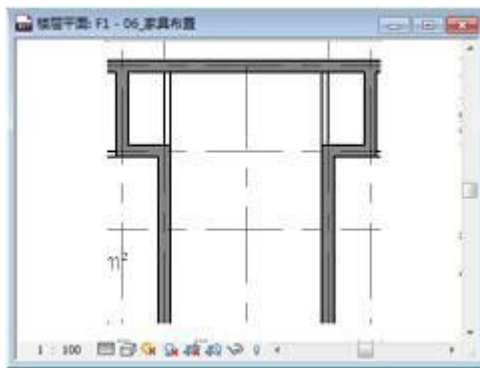

图 3-9
- 9) 单击“修改”选项卡>“编辑”面板>“对齐”命令，光标在绘图区域借助 Tab 键选择 4 轴与 H-G 轴处墙体右侧表面后继续借助 Tab 键选择新创建的 4 轴上的“NQ\_100\_隔”右边的面层，将两面墙的面层对齐，同样的方法对齐 6 轴上的“NQ\_100\_隔”（如图 3-9 所示）。